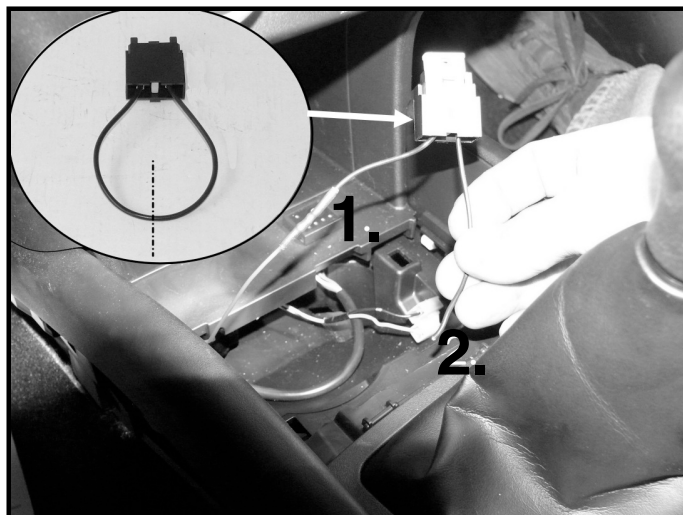

Bild14
- Kabel des beiliegenden Sicherungshalters in der Mitte durchtrennen und mit rotem Kabel von Tagfahrlicht-Kabelbaum verlöten und anschließend isolieren. (Bild14/Punkt1)
- Kabel des beiliegenden Sicherungshalters mit grünem Kabel von 2-poligen weißen Stecker „Zigarettenanzünder“ (Bild14 / Punkt2) verlöten und anschließend isolieren.